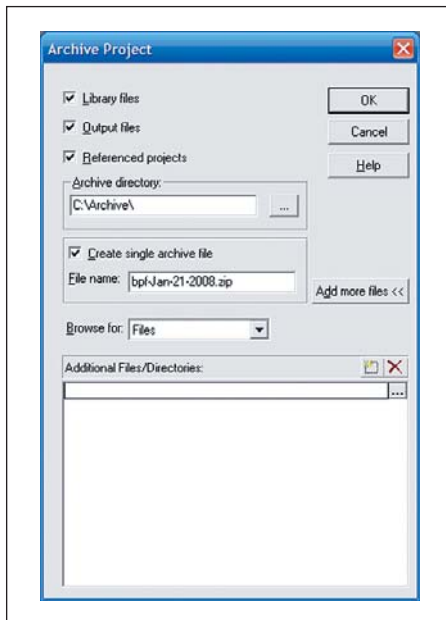

Рис. 6. Расширенное диалоговое окно Archive Project
4. Нажмем кнопку **Add more files >>**. Диалоговое окно Archive Project расширится и отобразит пространство, куда можно добавить дополнительное количество файлов и каталогов. Нажатие на кнопку **Add more files <<** возвращает диалоговое окно Archive Project в его состояние по умолчанию (рис. 6).